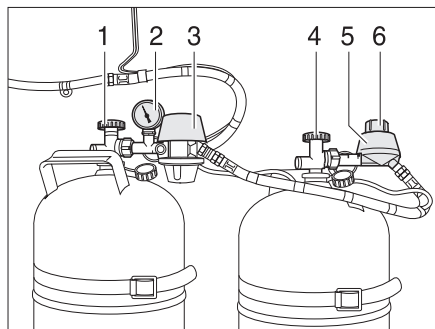
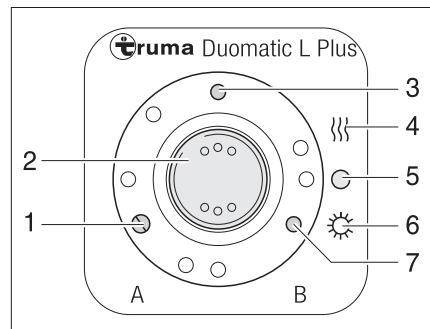

Fig. 82 Instalación de conmutación Duomatic
Fig. 83 Unidad de mando
La instalación de conmutación Duomatic se compone de un regulador central (Fig. 82,3) y de un regulador de conmutación (Fig. 82,5). Con el botón giratorio (Fig. 82,6) en el regulador de conmutación se puede determinar cuál de las bombonas de gas se usará como bombona de servicio y cuál bombona de gas como bombona de reserva.
El manómetro (Fig. 82,2) en el regulador central indica la presión en la bombona de gas, no el nivel de llenado de la bombona de gas. Con el manómetro se puede comprobar la estanqueidad de la bombona de gas.
En la unidad de mando (Fig. 83) únicamente pueden conmutarse las funciones eléctricas. Las llaves de paso principales de las bombonas de gas (Fig. 82,1 y 4) deben abrirse a mano.
- Abrir las llaves de paso principales en las bombonas de gas (Fig. 82,1 y 4).
- Con el botón giratorio (Fig. 82,6) en el regulador de conmutación (Fig. 82,5), seleccionar la bombona de gas de la cual se debe tomar el gas preferentemente (bombona de servicio).
En caso de que el botón giratorio se encuentre en la zona roja, el gas se tomará preferentemente de la bombona de gas con el regulador central (Fig. 82,3).
En caso de que el botón giratorio se encuentre en la zona verde, el gas se tomará preferentemente de la bombona de gas con el regulador de conmutación (Fig. 82,5).
- Conectar la instalación de conmutación Duomatic en la unidad de mando (Fig. 83).
Para ello, ajustar el interruptor basculante (Fig. 83,2) en modo de invierno "On y calentar" (Fig. 83,4) o en modo de verano "On" (Fig. 83,6). Los dos reguladores de presión de gas están ahora desaireados. El piloto (Fig. 83,3) se enciende.
- Poner el interruptor basculante (Fig. 83,2) en "O" (Fig. 83,5). El piloto (Fig. 83,3) se apaga.
- Cerrar las llaves de paso principales en las bombonas de gas (Fig. 82,1 y 4).
Las luces de control en la unidad de mando (Fig. 83) señalizan en el interior del vehículo si las bombonas están dispuestas para el funcionamiento.
- Luz de control "A" (Fig. 83,1): Bombona de gas en el regulador central
- Luz de control "B" (Fig. 83,7): Bombona de gas en el regulador de conmutación